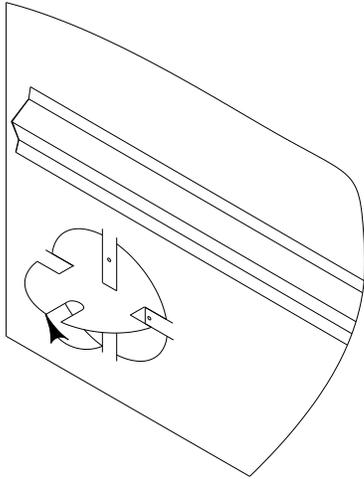

Figure 1 Retrait du panneau amovible /
3. Le conduit d'aération peut être raccordé sur le côté gauche ou à l'arrière du foyer Delta2, ou sur le côté gauche seulement du foyer Focus 320, Onyx2, Opel2 et Opel3. Commencez par enlever le panneau amovible sur le côté de votre choix (voir Figure 1). Pliez ensuite les quatre languettes à 90°.